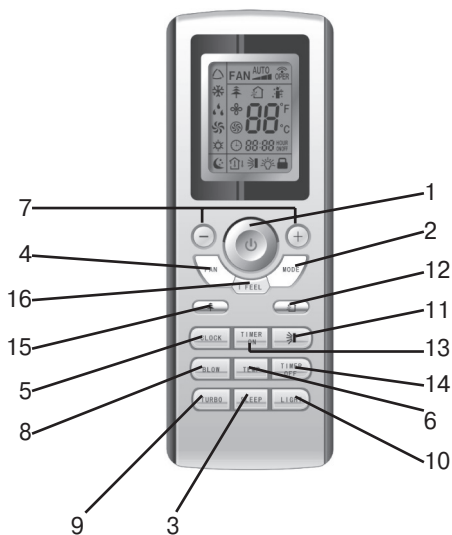

Рис. 5.9 Пульт управления
5.3 Пульт управления кондиционеров моделей GWH24FANK3A1B и GWH28FANK3A1A (Рис. 5.9).